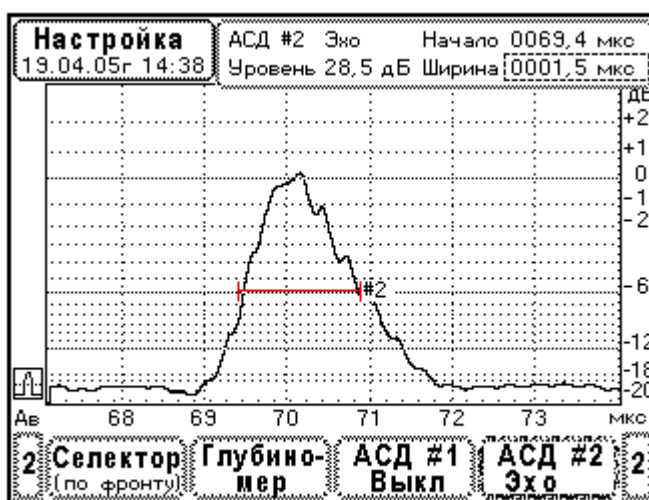

Рис. 10.6.13.1. Определение длительности эхосигнала преобразователя. Преобразователь П121-1,8-50⁰-14*14. Эхосигнал от отверстия $\varnothing 6$ мм в образце №2.
3. Регулируя ширину и сдвиг развертки (меню «Экран») установите эхосигнал по центру экрана и максимально растяните его (Рис. 10.6.13.1.). Амплитуду эхосигнала установите на стандартный уровень (0дБ по разметке экрана).
4. Выберите меню «АСД#2». Пользуясь элементами меню, установите положение строба на уровень -6 дБ, начало и конец строба совместите с передним и задним фронтами эхосигнала (Рис. 10.6.13.1.). В этом случае ширина строба АСД#2 равна длительности эхосигнала на уровне -6 дБ от максимума.